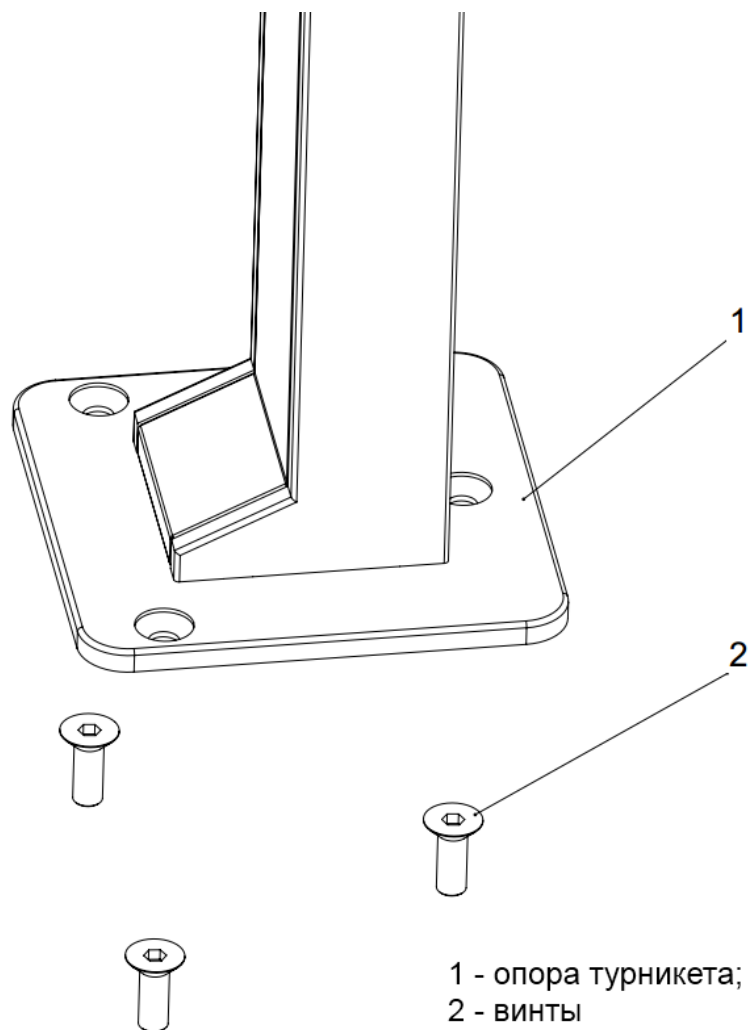

Рисунок 6 – Подготовка к установке турникета
4.2.8 Совместить отверстия в стойке турникета с анкерами в полу (Рисунок 6 – 1).
Закрепить стойку турникета 3 винтами (Рисунок 6 – 2), закрутив их в соответствующие анкеры, используя ключ для винта с внутренним шестигранником S5.